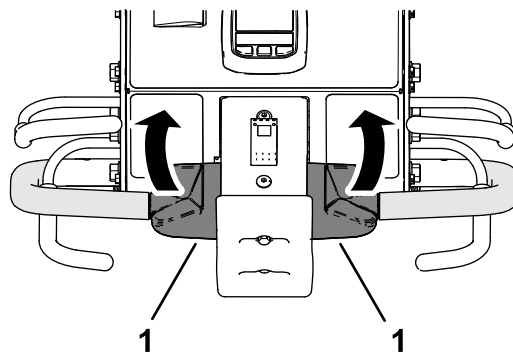

Figura 38
3. În timp ce ینی maneta pentru prezența operatorului și maneta de aerare, roții partea superioară a comenzii de traciune spre înapoi (Figura 38).